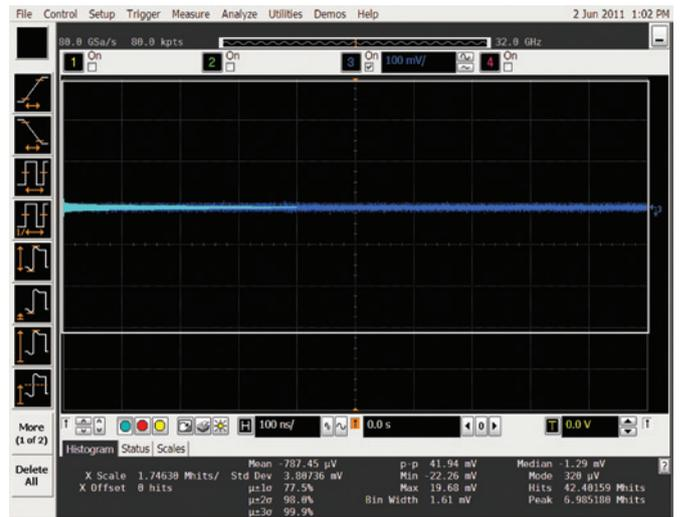

图 4. 通过将信号向上调节一格可更改偏置
10. 通过将屏幕上的信号向上移动一格来更改偏置，如图 4 所示。